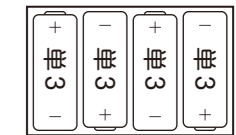

図 2
2. 使用済みの電池を取り出し、新しい電池と交換します。電池を入れるときは図 2 を参照して電池の極性を間違わないように注意してください。